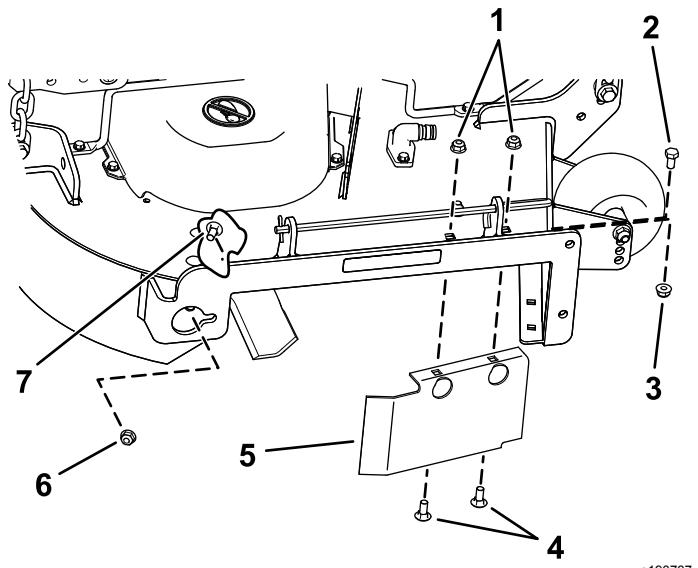

Figura 17
- Retire el perno de cuello cuadrado (5/16" x 3/4") y la contratuercia (5/16"), situados en la pared trasera de la carcasa del cortacésped, que sujetan el deflector a la carcasa (Figura 17).
9. Localice el protector del deflector en el borde delantero del orificio de descarga lateral (Figura 17).
10. Retire las fijaciones que sujetan el protector del deflector y el deflector derecho a la carcasa del cortacésped (Figura 17).
13. Instale las fijaciones retirados anteriormente en los taladros delanteros de la placa de descarga y en el taladro delantero de la carcasa (Figura 17).